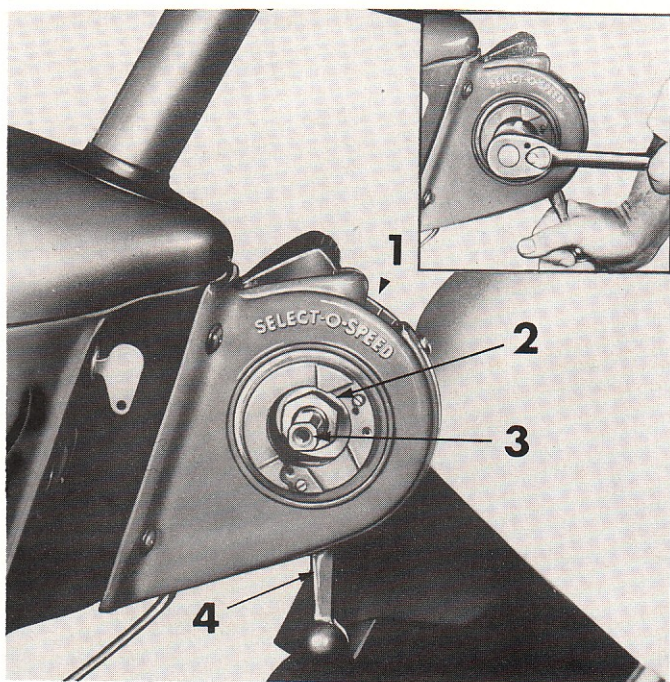

FIGURE 25 : Réglage du sélecteur — 1 = Index, 2 = Ecrou hexagonal, 3 = Arbre de sélecteur, 4 = Levier de sélecteur.
1. Déposer le couvercle gauche de sélecteur pour découvrir l'arbre et l'écrou hexagonal (Figure 25).
2. Placer le levier de sélection neutre et, au moyen d'une clef appropriée (clef à douille profonde par exemple) desserrer l'écrou tout en maintenant solidement le levier sur l'arrêt, comme représenté dans le cartouche, Figure 25.